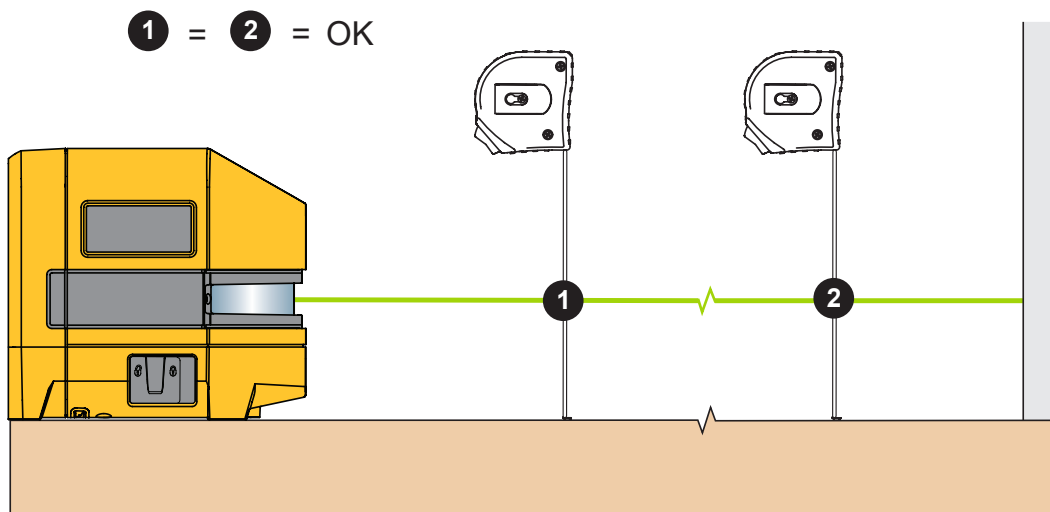

图 4. 当前物体对准
3. 在离本产品不同的距离上测量从物体至激光的距离。请参见图 4。